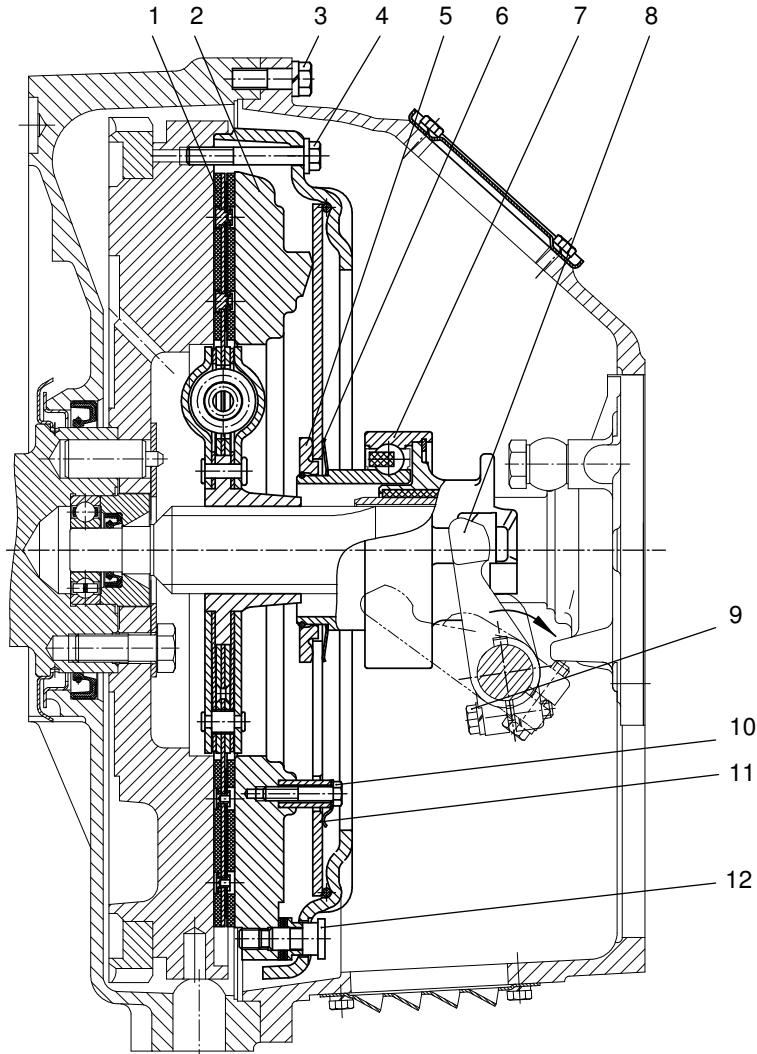
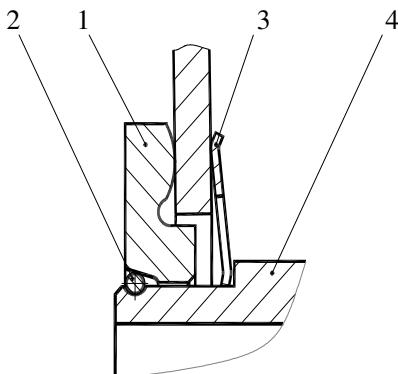

Рис. 151. Сцепление:
Рис.153. Установка муфты выключения сцепления:
Диафрагменное сцепление (рис. 151) состоит из ведущих и ведомых частей, а также механизма выключения.
Механизм выключения сцепления состоит из муфты с подшипником 7 (см. рис. 151) и вилки 8 с валом, на шлицевой конец которого устанавливается рычаг. Муфта выключения сцепления соединяется с диафрагменной пружиной с помощью запорного устройства (рис. 153). При работе муфта центрируется по направляющей крышки заднего подшипника первичного вала коробки передач и удерживается от поворота боковыми поверхностями вилки.
Выключение сцепления осуществляется поворотом вала по часовой стрелке (см. рис. 151).
1. Установить муфту на нажимной комплект (корзину) в соответствии с рис. 153.